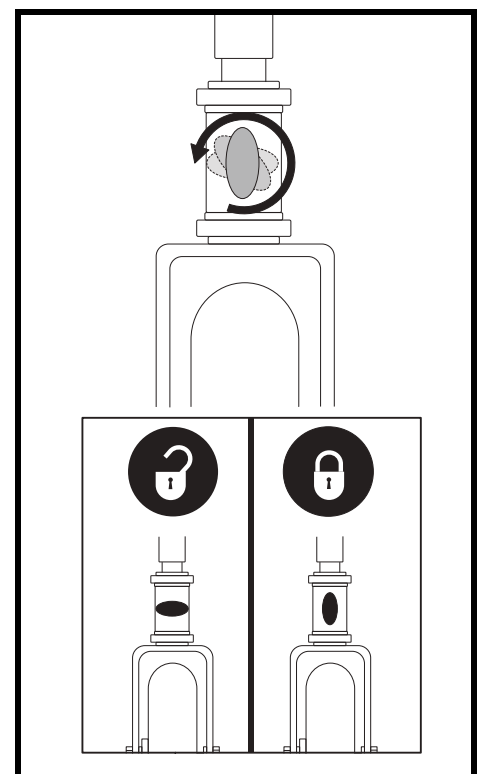

Figure 22. Bouton de verrouillage du guidon (Seulement les Modèles 93 et 104)
1. Retirez la clé du contact. *Pour les modèles 93 et 104*, pour bloquer le guidon en ligne droite, pesez sur le bouton et tournez-le 90° dans le sens des aiguilles d'une montre. **Voir la figure 22.** La roue avant doit faire face à l'avant afin de pouvoir bloquer le guidon.